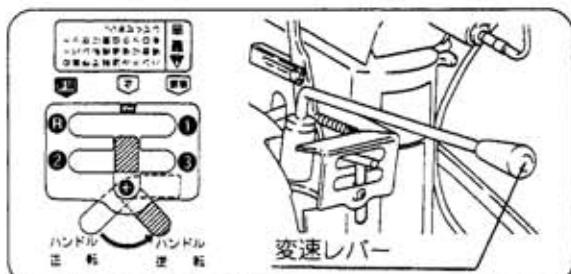

図18
- ② 変速レバーを希望の速度位置にしてください。（図18）